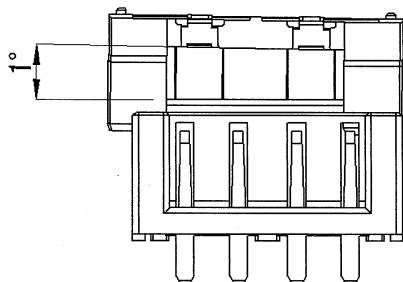

図3 / Fig.3
- ・嵌合時の許容角度は図3~図4になりますので、記載角度以下で使用して下さい。
Please mate it below the angle of the figure 3, 4.